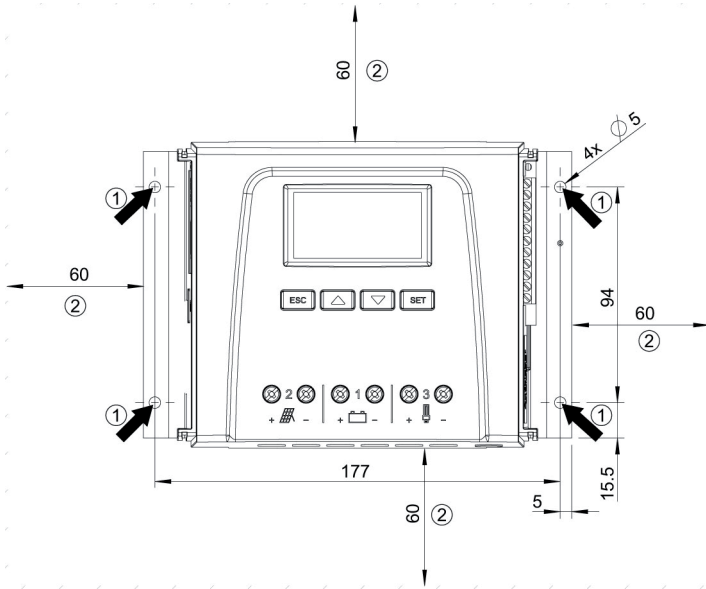

Fig. 10 Orificios de fijación ① y espacios libres ②
- Alrededor de todo el regulador debe haber un espacio libre de como mínimo 60 mm. El espacio libre hace referencia al regulador sin cubiertas; véase ② en Fig. 10.
- No realizar ninguna perforación a través de los orificios de fijación ① (Fig. 10).
3. ➞ Colocar el regulador horizontalmente sobre la superficie de montaje y marcar los orificios de montaje a través de las correspondientes aperturas ①.